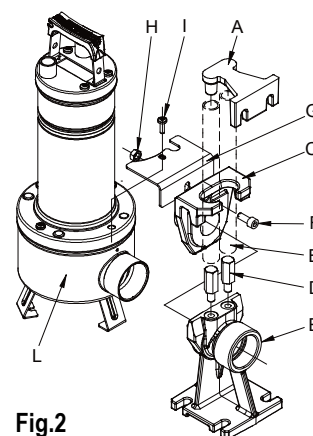

Fig.2
- 4.6 Empalmar el tubo/manguito de impulsión directamente en la boca de la bomba. De utilizarse la bomba en instalaciones fijas, es conveniente empalmarla a la tubería por medio de racor, para facilitar su desmontaje y reinstalación. Si se emplea un manguito, montar en la boca de la bomba un racor portagoma roscado. Poner en la rosca material adecuado para garantizar la efectiva estanqueidad (cinta de teflón o afines). Para las instalaciones fijas se aconseja utilizar el dispositivo de izado DSD2 (disponible sobre demanda - Fig.2), con el fin de facilitar así las operaciones de mantenimiento de la electrobomba. Se insertará entre la boca de impulsión de la electrobomba y la tubería para evitar, en las operaciones de mantenimiento, tener que desmontar el tubo de impulsión. El dispositivo DSD2 está constituido por 8 piezas, más una no suministrada (tubos de 3/4").
Extraer el tornillo superior de la brida del lado de impulsión ( I ). Ensamblar el estribo antirrotación ( G ). Volver a montar el tornillo ( I ). Extraer la corredera del pie de acoplamiento y empalmarla a la boca de impulsión de la bomba. Fijar la corredera a la bomba como se indica en la figura, por medio del tornillo ( F ) y de la tuerca ( H ). Volver a colocar el conjunto corredera/bomba en el pie (Fig.2)